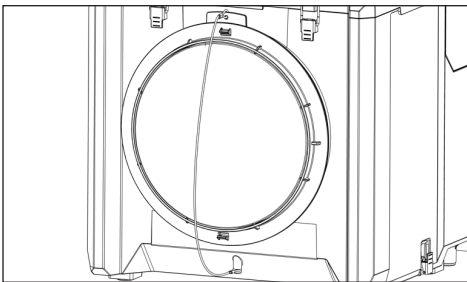

Fig. 7: Luftinntaksdeksel (lukkestilling)
- ▶ Lukk luftinntaksdekslet (fig. 7) før transport. Dette forhindrer at støv slipper ut fra apparatet og ut i omgivelsene.